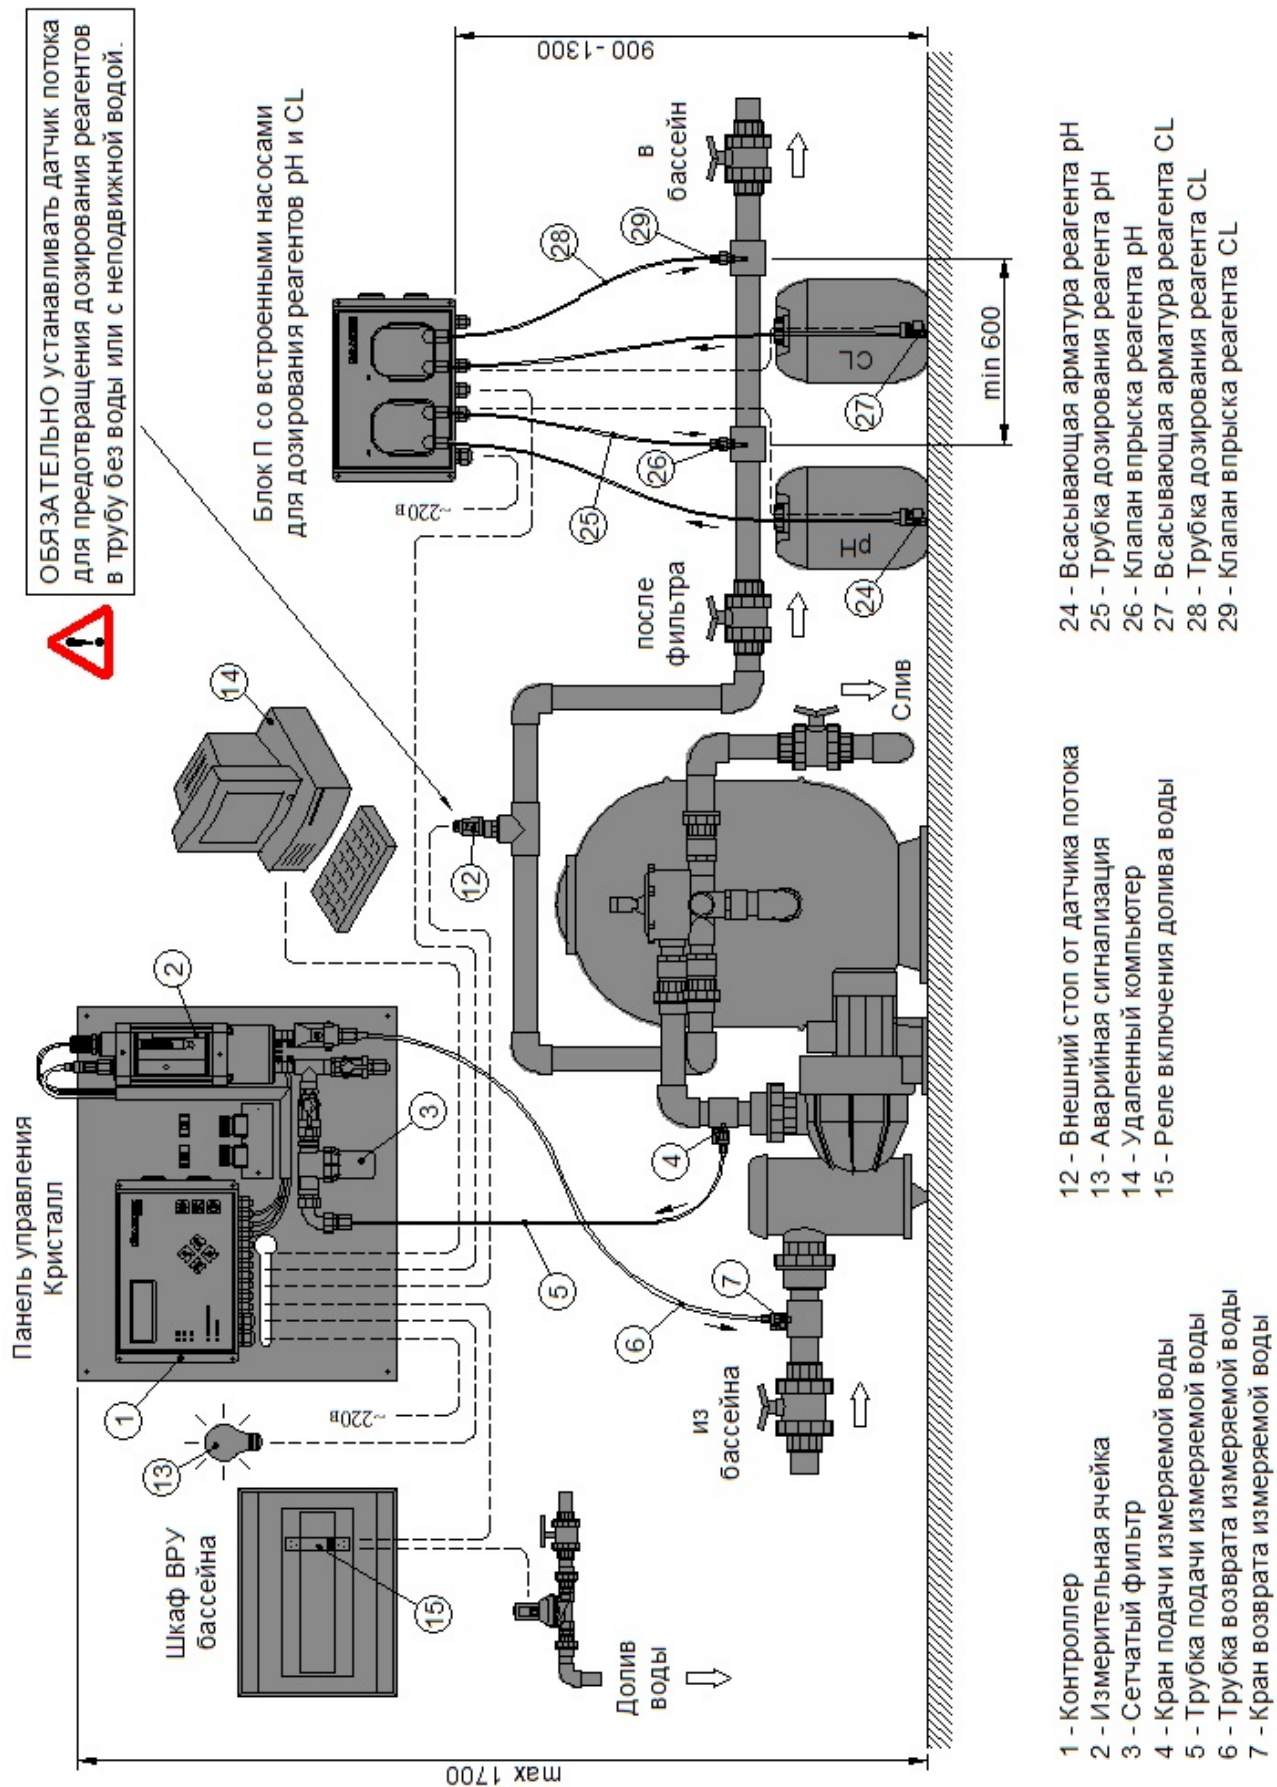

Рис.2-1 Схема размещения оборудования Кристалл П
На рис.2-1 изображен монтаж станции Кристалл П: CL, рН с отбором воды для измерений из трубопровода фильтрации, а на рис.4.3-1 – электросхема для этого монтажа.
Дозирование реагентов прекращается также при отсутствии потока воды в трубопроводе возврата воды в бассейн после фильтрации. Это необходимо для предотвращения дозирования реагентов в трубу с неподвижной водой или без воды. Для контроля потока воды необходимо установить в трубопровод специальный датчик потока (12), как это показано на рис.2-1. Для повышения точности измерения и дозирования в станции предусмотрена задержка включения дозирующих насосов после появления потока воды в измерительной ячейке или после возобновления фильтрации. Длительность этой задержки устанавливает Покупатель в настройках контроллера.
Дозирование реагентов может также прекращаться при включении долива воды в бассейн, если для этого долива используется электромагнитный клапан. В этом случае управление доливом рекомендуется производить через контактор (15), в котором через одну пару контактов подаётся питание к электромагнитному клапану долива воды, а через другую пару контактов в контроллер подается сигнал о включении долива (как это показано на рис.2-1, 4.3-1). Если нет необходимости или возможности блокировать дозирование реагентов при включении долива воды, то необходимо установить перемычку на клеммы «Долив» внутри контроллера (см. подробнее п.4.3.1).
В домашних бассейнах, на которые требования упомянутого ГОСТ не распространяются, допускается отбирать воду для измерений из трубопровода циркуляционного водообмена (фильтрации), как это показано на рис.2-1 настоящего Руководства. Однако, используя это решение, следует знать, что значения измеряемых показателей воды из ванны бассейна и из трубопровода фильтрации не обязательно будут одинаковыми.
Панель управления станции устанавливается на стену технического помещения бассейна, как это показано на рис.2-1 настоящего Руководства.
Место для установки Панели управления надо выбирать с таким расчётом, чтобы трасса подачи измеряемой воды от точки отбора до измерительной ячейки была по длине не более 4 метров. Если вода для измерений отбирается из трубопровода фильтрации (как это показано на рис.2-1), то отсчёт длины вести от крана подачи измеряемой воды (поз.4 на рис.2-1). Если вода для измерений отбирается непосредственно из ванны бассейна, то отсчёт длины вести от водозабора, установленного в стену ванны бассейна.
Панель управления рекомендуется устанавливать не выше 1700 мм от пола (на уровне глаз), как это показано на рис.2-1, при этом над панелью должно оставаться не менее 200 мм свободного пространства для удобства установки/замены измерительных электродов в измерительной ячейке.
Блок П для дозирования рН и CL устанавливается на стену технического помещения бассейна, как это показано на рис.2-1 и 4.2-2 настоящего Руководства.
Место для установки Блока П рекомендуется выбрать вблизи клапанов впрыска реагентов рН и CL, чтобы минимизировать длину трубок дозирования реагентов (поз.25 и 28 на рис.2-1).
Блок П устанавливать не выше 1300 мм от пола, чтобы уменьшить высоту подъёма реагента из расходной канистры к насосу и обеспечить свободное, без натяжения, подключение к Блоку П трубок и кабелей всасывающей арматуры (поз.24 и 27 на рис.2-1). При этом справа от Блока П должно оставаться не менее 300 мм свободного пространства для беспрепятственного открывания крышки Блока П.
Кран подачи измеряемой воды устанавливается на напорный трубопровод насоса фильтрации (как это показано на рис.2-1, поз.4) или на напорный трубопровод специального насоса для измеряемой воды
Место для установки крана надо выбирать с таким расчётом, чтобы трасса подачи измеряемой воды от точки отбора до измерительной ячейки была по длине не более 4 метров. Если вода для измерений отбирается из трубопровода фильтрации (как это показано на рис.2-1), то отсчёт длины вести от устанавливаемого крана (поз.4 на рис.2-1).
Кран возврата измеряемой воды устанавливается на всасывающий трубопровод насоса фильтрации (как это показано на рис.2-1, поз.7) или на всасывающий трубопровод специального насоса для измеряемой воды.
Если кран устанавливается на горизонтальном участке трубопровода, то резьбовое отверстие G 1/4" для установки крана должно быть обращено вверх. Если толщина стенки трубопровода в месте установки крана меньше 5 мм, то эту толщину следует увеличить, установив на трубопровод соединительную муфту, как это показано на рис.2-1 и 4.2-4.
Клапаны впрыска реагентов рН и CL должны устанавливаться в соответствии с требованиями п.9.6.2.3 ГОСТ Р 53491.1-2009 на прямолинейном участке трубопровода подачи воды в бассейн после всех этапов водоподготовки. Клапаны устанавливаются таким образом, чтобы сначала в воду добавлялся реагент рН и лишь затем – реагент CL. Расстояние между клапанами должно быть не менее 600 мм, как это показано на рис.2-1, поз.26 и 29.
Если клапаны устанавливаются на горизонтальном участке трубопровода, то резьбовые отверстия G 1/2" для их установки должны быть обращены вверх. Если толщина стенки трубопровода в местах установки клапанов меньше 5 мм, то эту толщину следует увеличить, установив на трубопровод соединительную муфту, как это показано на рис.2-1 и 4.2-5.